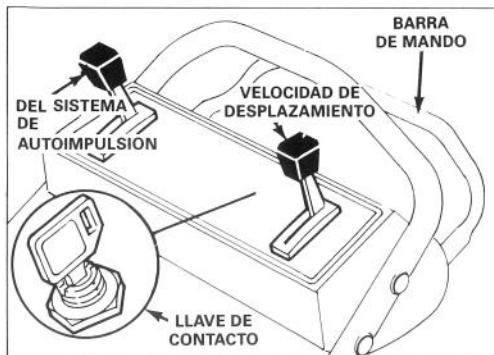

Figura 10
1. CONTROLES - La llave de contacto (en los modelos de arranque con llave), el acelerador, el control de velocidad y la barra de mando del sistema de autoimpulsión se encuentran situados en la parte superior de la manija (Figura 10). El arranque de resorte a mano se encuentra en la parte superior del motor.
2. Empujar el cable de alta tensión contra la bujía y en los modelos autoimpulsados mover el control de velocidad de desplazamiento a la posición "N" (Figura 10).
4. ARRANQUE ELECTRICO - Mover el acelerador a la posición ESTRANGULADOR DE AIRE (Figura 10). Girar la llave hasta la posición ARRANQUE y soltarla cuando se ponga en marcha el motor. Regular el acelerador a voluntad.
**Nota:** Si la batería está descargada, el motor se puede poner en marcha con el arranque de resorte (Figura 10).